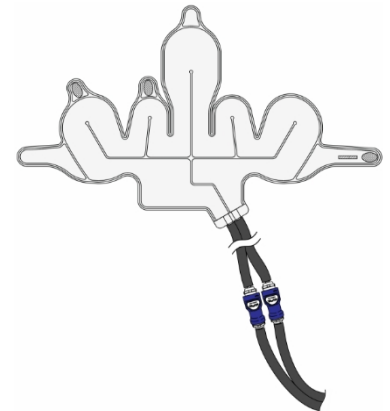

Figura 12. Funda de enfriamiento conectada a la Manguera de terapia
3. El dispositivo indicará al usuario que conecte la Funda de enfriamiento a la Manguera de terapia. La Funda de enfriamiento se conecta a la Manguera de terapia enchufando los 2 conectores como se muestra en la Figura 12. Presione PROCEED (CONTINUAR) ⏪.